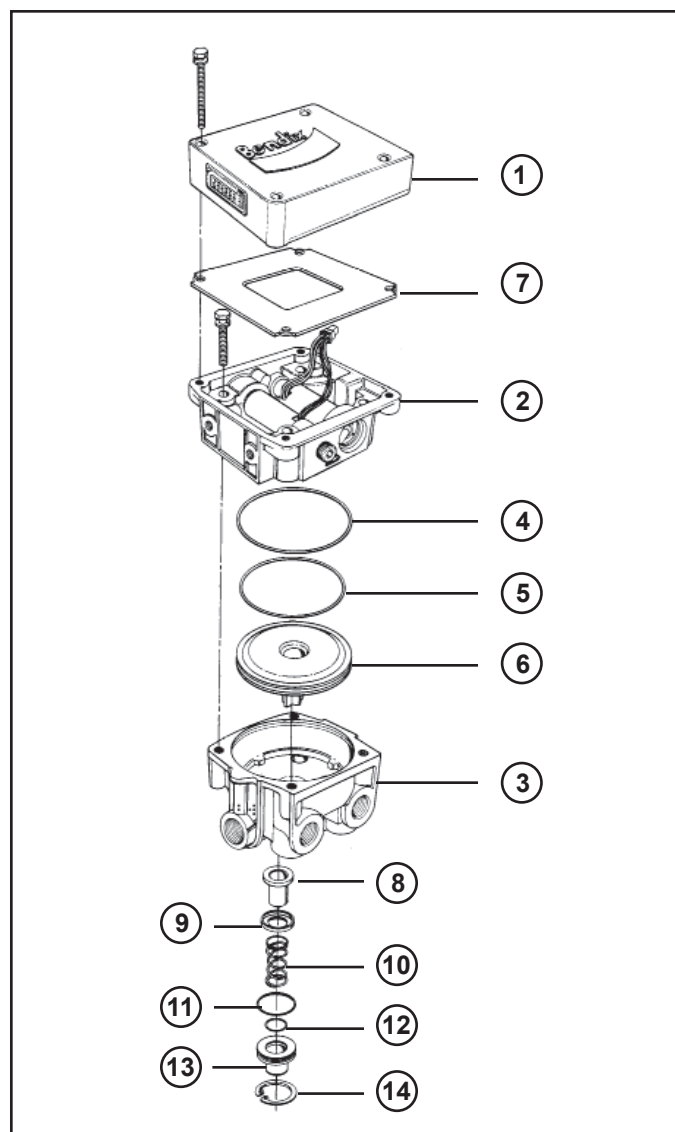

FIGURE 9 – VUE ÉCLATÉE
ASSEMBLAGE — SE REPORTER À LA FIGURE 9
2. Installer le siège du ressort (9) sur la soupape d'aspiration/d'échappement (8) de sorte qu'il recouvre le siège en caoutchouc de la soupape d'aspiration/d'expiration. Placer la soupape d'aspiration/d'expiration, son plus grand diamètre en premier, dans l'alésage inférieur du modulateur M-12™.
3. Installer le ressort (10) par-dessus le corps de la soupape d'aspiration/d'échappement (8) de sorte qu'une extrémité du ressort repose sur le siège du ressort (9).
4. Installer les joints toriques (11, 8 et 12) dans les rainures respectives du diamètre extérieur et intérieur de l'ensemble d'évacuation (13). Placer le grand diamètre de l'ensemble d'évacuation contre le ressort (10) et comprimer le ressort jusqu'à ce que l'ensemble d'évacuation entre dans l'alésage du corps et que le joint torique (11) fasse étanchéité contre la paroi de l'alésage.
5. Appuyer l'ensemble d'évacuation dans l'alésage jusqu'à ce qu'il expose la rainure prévue pour l'anneau élastique (14). Installer l'anneau élastique (14) dans sa rainure. S'assurer qu'il est entièrement logé.
6. Installer le joint torique (5) dans sa rainure à l'intérieur du piston (6). Installer le piston (6) dans le corps du modulateur M-12™. La tige du piston s'ajuste dans le petit trou au centre du corps.
7. Installer le joint torique (4) dans la protubérance située au fond de l'ensemble solénoïde du modulateur M-12™. Installer l'ensemble solénoïde (2) sur le corps de la valve. L'ensemble solénoïde s'ajustera sur le corps du modulateur M-12™ dans l'une ou l'autre des quatre orientations à 90°. Toutefois, si le dégagement pose un problème, s'assurer que l'orifice de commande n'est pas situé directement au-dessus de l'orifice d'alimentation de la valve, qui sera monté sur mamelon à un réservoir. Fixer solidement l'ensemble solénoïde au corps de la valve avec quatre boulons de 1,27 cm (1/2 po). Serrer les boulons à un couple de 13,3 à 17 Nm (120 à 150 lb/po).
8. Installer le joint statique (7) sur le contrôleur EC-12™. Installer le contrôleur EC-12™ (1) comme illustré sur la Figure 9 et brancher le connecteur électrique de l'ensemble solénoïde dans la douille au fond du contrôleur. Appuyer jusqu'à l'engagement de la patte de verrouillage. S'assurer que l'enclenchement s'est fait en tirant légèrement sur le